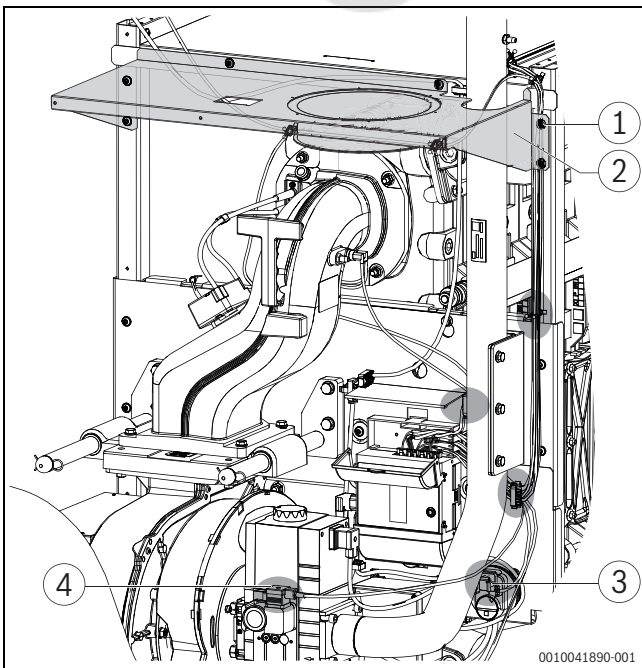

Рис. 7 Отсоединение кабеля и несущей пластины
- ▶ Освободите кабель сбоку или сверху на несущей пластине от зажимов и разместите сверху на котле (→Рис. 7).
- ▶ Удалите 6 винтов на несущей пластине для воздушного шланга, снимите несущую пластину (→Рис. 7, [1+2]).
- ▶ Извлеките оба штекера на ограничителе давления дымовых газов (→Рис. 7, [3]).
- ▶ Извлеките штекер на электромагнитном клапане (→Рис. 7, [4]).